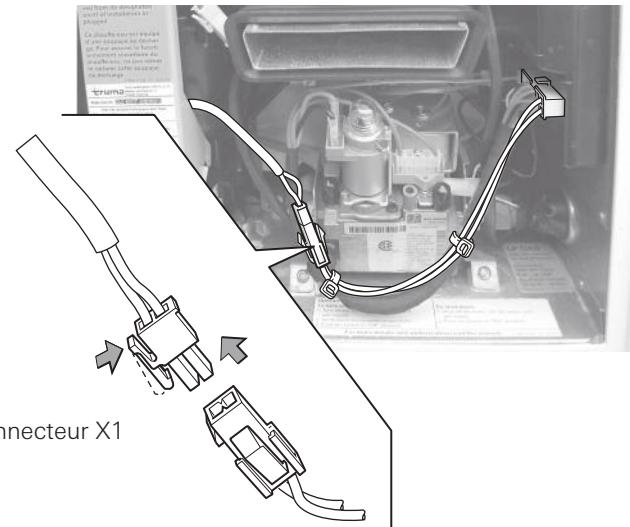

Fig. 10
6. Débranchez le connecteur X1 (voir la Fig. 10).